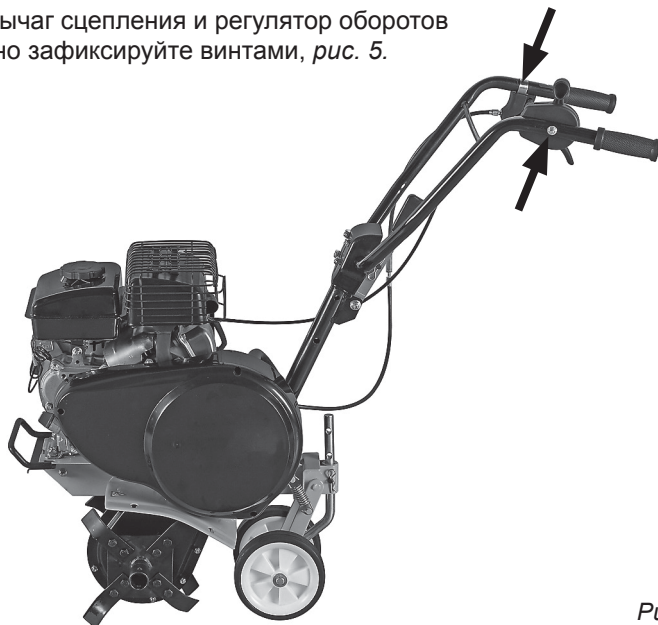

Рис. 5
3. Установите рычаг сцепления и регулятор оборотов на руль, надежно зафиксируйте винтами, *рис. 5.*